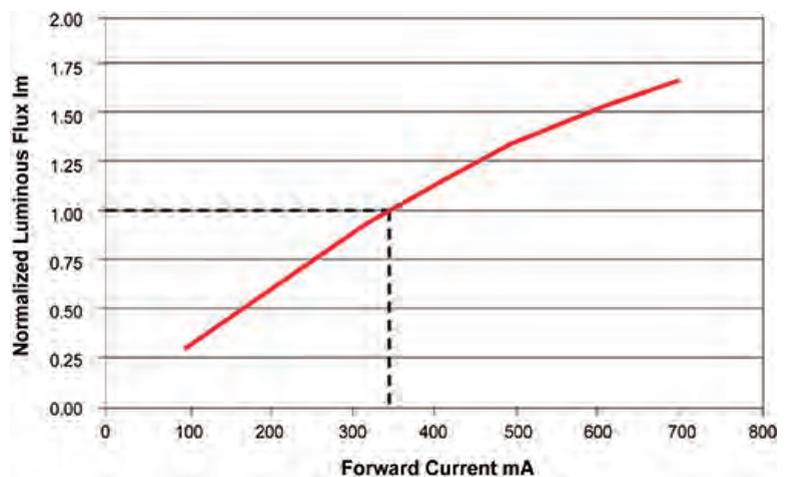

Figura 1: El flujo luminoso es proporcional a la corriente directa
Los LED de alto brillo necesitan mantener una corriente constante relativamente elevada para mantener el brillo y el color. La Figura 1 demuestra cómo el flujo luminoso del LED es proporcional a la corriente directa (IF) que atraviesa